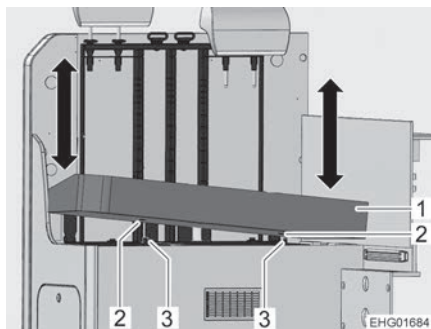

Fig. 29 Quitar el cojín
- Levantar el cojín (Fig. 29,1) de un lado y colocarlo ligeramente inclinado hasta que se suelte la primera espiga (Fig. 29,3).
- Levantar el cojín del otro lado hasta que se suelte la segunda espiga (Fig. 29,3).
- Colocar el cojín (Fig. 29,1) de forma inclinada, alineando cuidadosamente ambas escotaduras (Fig. 29,2) sobre las dos espigas (Fig. 29,3).